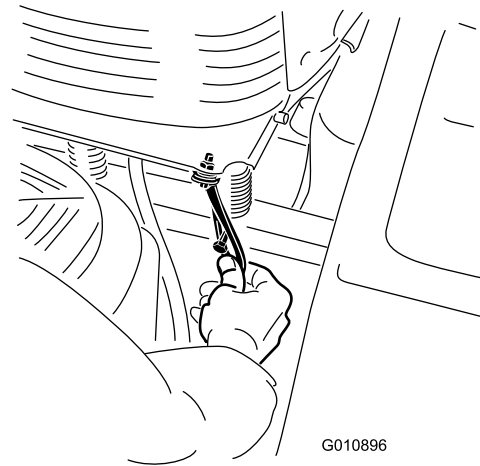

Figura 3
5. Instale el conjunto de perno y contratuerca en el taladro del bastidor del asiento (Figura 3). Sujete el conjunto con otra contratuerca (1/4 pulgada).